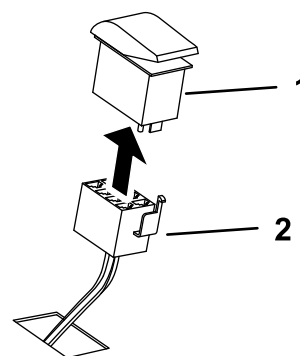

Figura 5
4. Desde dentro de la máquina, introduzca el conector del interruptor del arnés de cables a través del orificio de donde retiró el tapón y conéctelo al interruptor (Figura 5).
5. Instale el interruptor en el orificio (Figura 5).